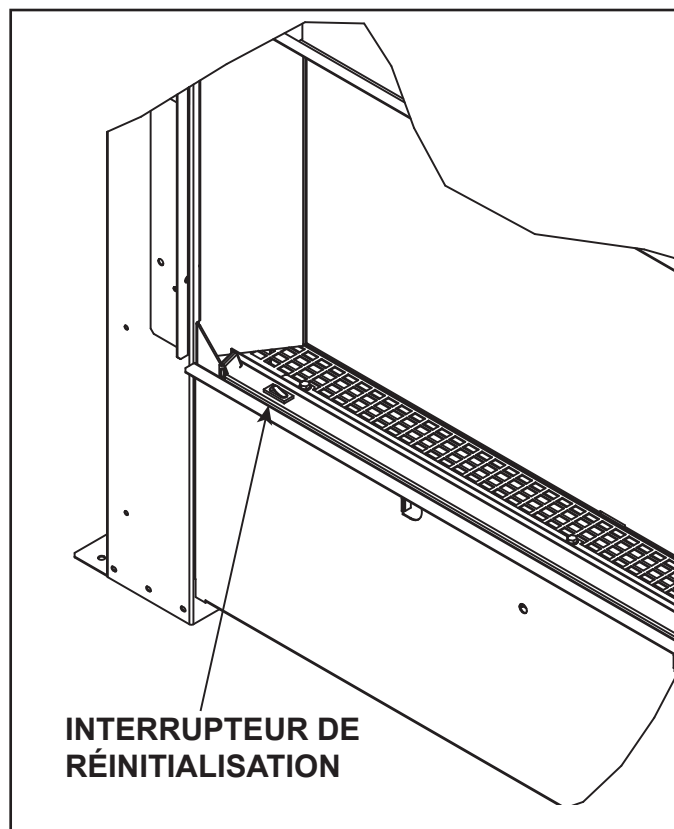

Figure 8.2 Emplacement de l'interrupteur de réinitialisation - en bas à gauche
- Appuyez sur l'interrupteur RESET situé sur le côté gauche du plateau de transition des éléments d'apparence. Utilisez un objet petit et plat pour accéder à l'interrupteur. Une fois l'appareil démarré, remplacez l'interrupteur de réinitialisation à sa position originale. Voir la figure 8.2.